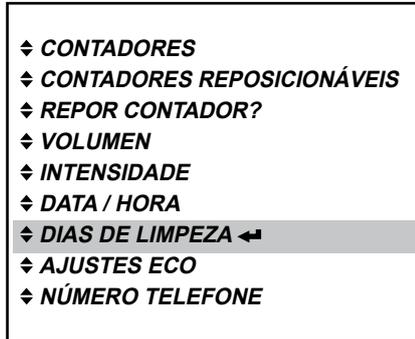

Fig. 60
- Prima a tecla Enter ◀ para acessar o menu «DIAS DE LIMPEZA». (Fig. 60)